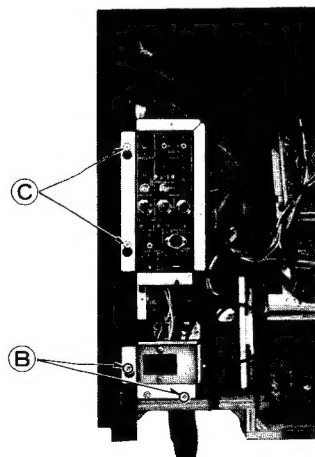

Fig. 2-1 Abb. 2-1
1. Loosen 2 screws (B) in fig. 2-1.
1. Loosen 2 screws (C) in fig. 2-1.
1. Remove Antenna terminal and Video terminal as shown in fig. 2-1.
1. Die zwei Schrauben (B) in Abb. 2-1 lösen.
1. Die zwei Schrauben (C) in Abb. 2-1 lösen.
1. Den Antennenanschluß und den Video-Anschluß entfernen, wie in Abb. 2-1 gezeigt.